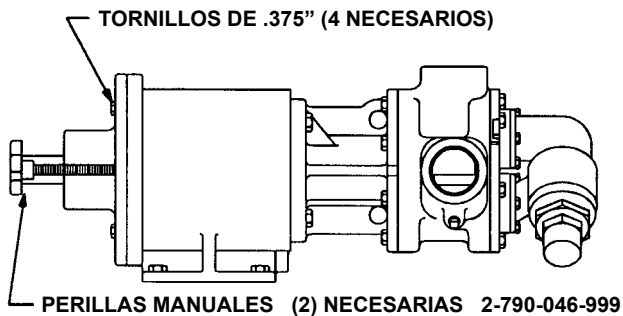

FIGURA 7
1. Si la unidad tiene un acoplamiento separador, el soporte del acoplamiento puede quedar atornillado a la base. Si no tiene acoplamiento separador, tendrá que retirar el reductor o destornillar el acoplamiento. Retire los tubos hacia la bomba, dejando un huelgo de 4" mínimo en el extremo del eje del acoplamiento. Inserte (2) perillas manuales de 5" U.N.C. con un mínimo de 4,5" de rosca en los dos agujeros tapados en las posiciones de 9 y 3:00 en la parte de atrás de la guarnición de cojinete. Retire los (4) tornillos de 0,375". Ver **Figura 7**.